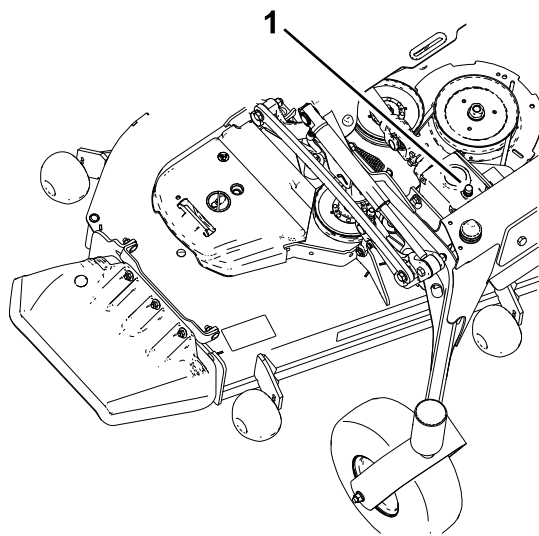

Figura 56
5. Retire la varilla/tapón de llenado de la parte superior de la caja de engranajes y compruebe que el lubricante está entre las marcas de la varilla (Figura 56).
5. Retire la varilla/tapón de llenado de la parte superior de la caja de engranajes y asegúrese de que el lubricante está entre las marcas de la varilla (Figura 56).